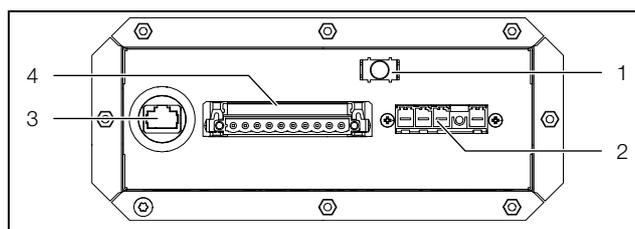

Fig. 30 : boîtier de connexion
- Dans le boîtier de connexion, le blindage du câble peut être mis en contact avec la borne de mise à la terre du coffret (fig. 30, pos. 1).